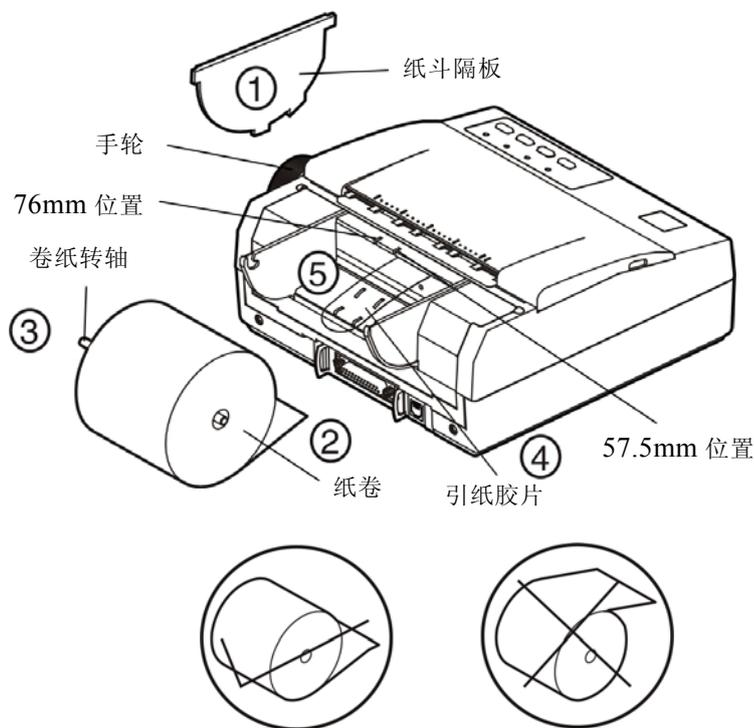

图 3-7 纸卷安装
3. 开启打印机。如图 3-7 所示，先从纸卷中拉出纸头，再把纸头轻推进导纸槽，则打印纸自动进入打印机，然后穿上纸卷转轴，揭起引纸胶片，最后将纸卷放入纸斗内。